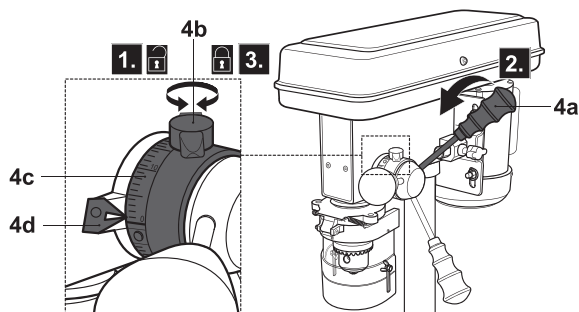

Fig. 15
- > Desaperte o manípulo de ajuste da profundidade (4b) (Fig. 15, passo 1).
- > Gire as pegas (4a) para baixar a broca até que toque a peça de trabalho. Ajuste a escala (15c) de modo que a profundidade de perfuração desejada se alinhe com o ponteiro (4d) (Fig. 15, passo 2).
- > Aperte o manípulo de ajuste da profundidade (4b) (Fig. 15, passo 3). Depois, coloque as pegas na sua posição inicial.